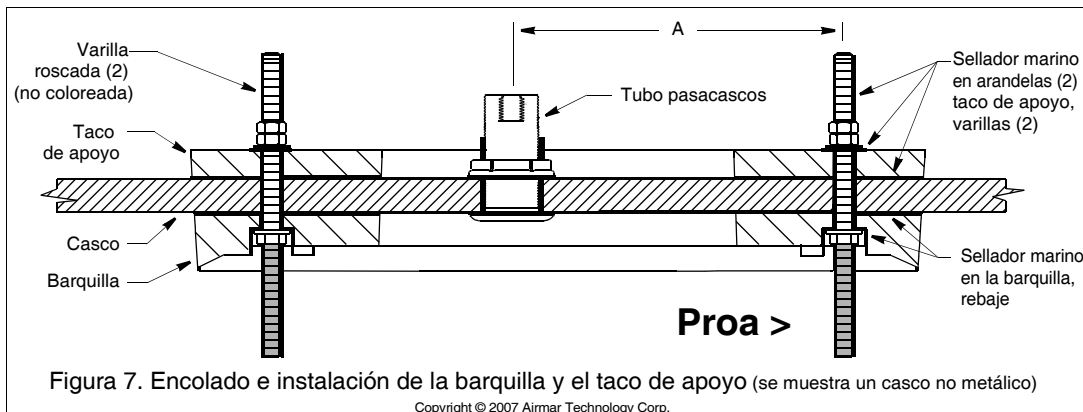

Figura 7. Encolado e instalación de la barquilla y el taco de apoyo (se muestra un casco no metálico)
1. Para ubicar el orificio para la varilla roscada delantera (la más cercana a la proa), mida la distancia entre la salida del cable y el orificio delantero del transductor, de centro a centro. (La parte inferior redondeada va delante y el sensor de temperatura atrás.) **Verifique que la barquilla vaya a quedar paralela a la línea de crujía del barco** (quilla), mida esta distancia A en el casco y marque el orificio (Figura 7).
4. Coloque la barquilla contra el casco. Empuje el extremo *no coloreado* de la varilla roscada a través de la barquilla y el casco hasta que la tuerca repose en el interior del rebaje de la barquilla (Figura 7). Con una persona en el interior del barco, pase el taco de apoyo por la varilla. Sujete provisionalmente la varilla con una arandela de acero inoxidable y una tuerca.
2. Aplique una capa de 2 mm (1/16") de espesor de selloador marino (Figura 7):
- Empuje la parte *no coloreada* de cada varilla roscada a través de la barquilla, el casco y el taco de apoyo hasta que arandela repose en el interior del rebaje de la barquilla (Figura 7). Con una persona en el interior del barco, sujete cada varilla con una arandela (lado encolado contra el taco de apoyo) y dos tuercas de acero inoxidable. Sujete con una llave la tuerca inferior mientras aprieta la tuerca superior contra ella.